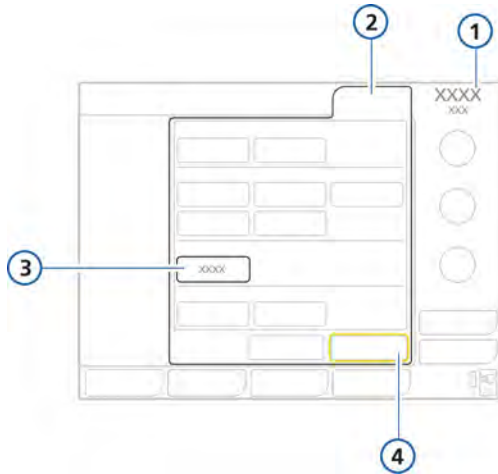

Figura 4-4. Cambio de modo, ventana Modos
1. Abra la ventana **Modos**. Consulte la figura 4-4.